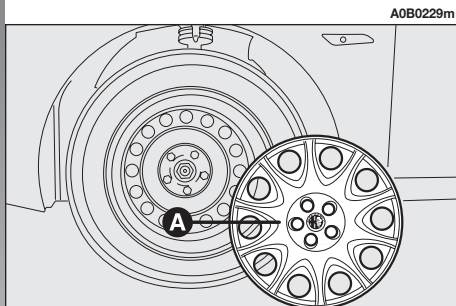

fig. 3
- Enlever l'enjoliveur de la roue (**A-fig. 3**) (pour les versions avec jantes en acier seulement).